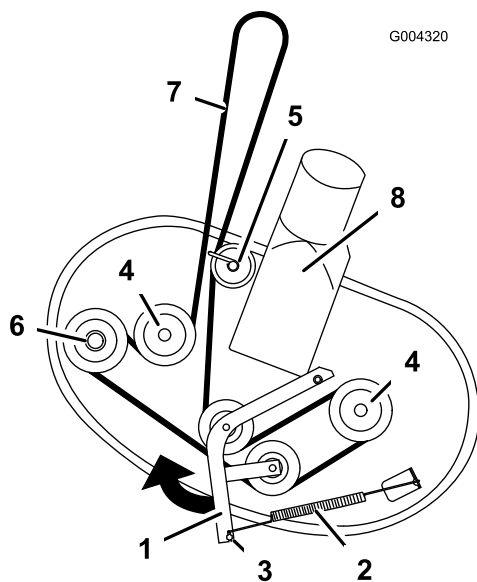

Figure 60
4. Desserrez la fixation du guide-courroie sur la poulie arrière (Figure 60).
5. Tirez le bras de la poulie de tension dans la direction indiquée (Figure 60) et retirez la courroie des poulies.
6. Acheminez la courroie neuve autour des poulies du moteur et du plateau de coupe (Figure 60). Passez la courroie neuve sous le guide-courroie et autour de la poulie arrière.
7. Tirez la poulie de tension dans la direction indiquée à la Figure 60 et acheminez la courroie autour de la poulie de tension et des poulies d'axe (Figure 60).
8. Serrez la fixation du guide-courroie sur la poulie arrière (Figure 60).